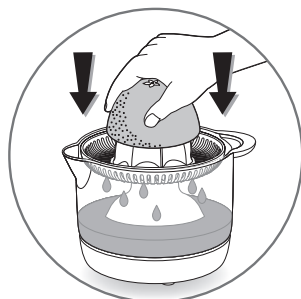

fig.2
- Placez la moitié de l'agrumes sur le cône plastique (C) et appuyez doucement pour la mise en marche de l'appareil (fig. 2). Le jus s'écoulera directement dans la verseuse (B).
- Place the halved fruit onto the plastic cone (C) and press it down gently to start the appliance (fig. 2). The juice will flow directly into the jug (B). Remove the fruit from the cone when all the juice has been extracted.
- Plaats een halve vrucht op de kunststof perskegel (C) en druk er zacht op om het apparaat in te schakelen (fig. 2). Het sap stroomt direct in de kom (B). Haal het fruit van de perskegel als al het sap eruit is geperst.
- Setzen Sie eine Hälfte der Zitrusfrucht auf den Presskegel (C) und drücken Sie vorsichtig, damit das Gerät in Gang gesetzt wird (Abb. 2). Der Saft fließt direkt in den Behälter (B). Entfernen Sie die Frucht vom Presskegel, nachdem der ganze Saft ausgepresst wurde.
- Coloque la pieza de fruta cortada en el cono de plástico (C) y presione suavemente para ponerlo en marcha (fig. 2). El zumo caerá directamente en la jarra (B). Retire la fruta del cono cuando haya extraído todo el zumo.